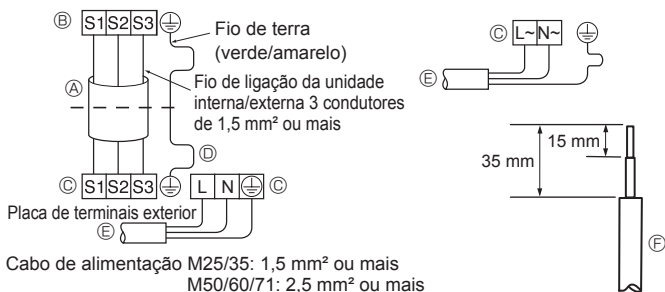
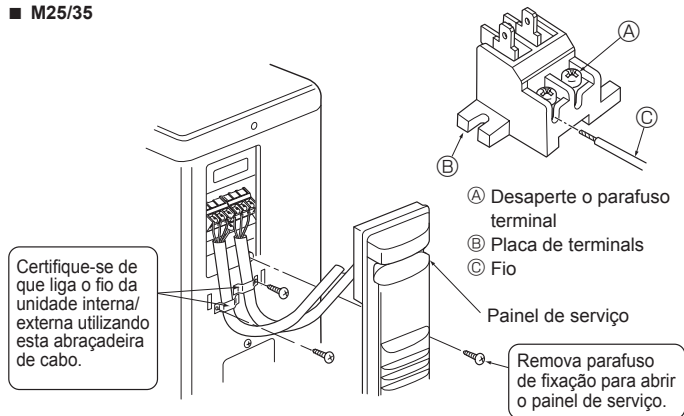
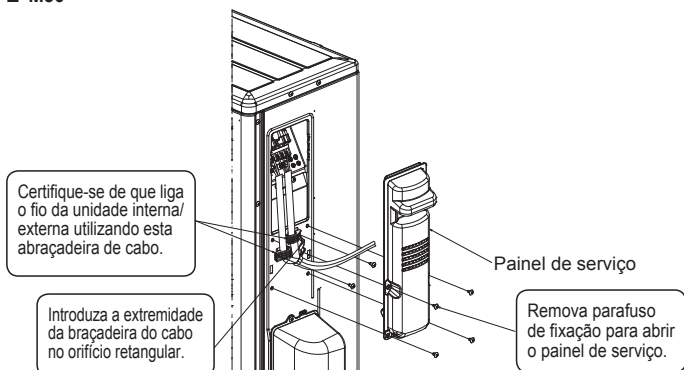

Fig. 6-2
Fig. 6-3
Fig. 6-4
### 6.1. Unidade exterior (Fig. 6-1, Fig. 6-2, Fig. 6-3, Fig. 6-4)
- ① Retire o painel de serviço.
- ② Ligue os cabos referentes à Fig. 6-1, Fig. 6-2, Fig. 6-3 e Fig. 6-4.
- Faça as ligações tal como demonstrado no diagrama, na parte inferior esquerda. (Obtenha o cabo a nível local) (Fig. 6-2)
- (A) Cabo de ligação
- (B) Placa de terminais interior
- (C) Placa de terminais exterior
- (D) Instale sempre um fio de terra que seja mais comprido do que os outros cabos.
- (E) Cabo de alimentação
- (F) Fio